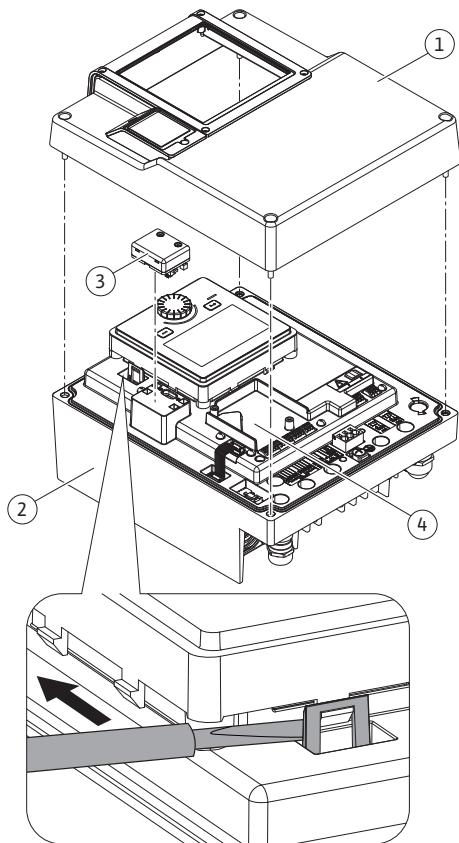
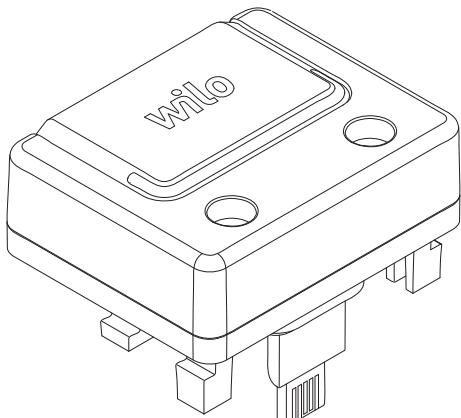

Fig. 26: Електронен модул
Fig. 27: Модул Wilo-Smart Connect Modul BT
Bluetooth интерфейсът (Fig. 26, поз. 3) Wilo-Smart Connect модул BT (Fig. 27) служи за присъединяване към мобилни крайни устройства като смартфон и таблет. В приложението Wilo-Assistant ще намерите функция Wilo-Smart Connect. Помпата може да се управлява, настройва, а данните за помпата да се прочитат с помощта на функцията Wilo-Smart Connect. Настройки виж глава „Пускане в експлоатация“ [► 51].
- Разхлабете четирите болта на горната част на електронния модул (Fig. 26, поз. 1; Fig. 1, поз. 2).
- Поставете Wilo-Smart Connect модул BT в предвидения интерфейс Wilo-Connectivity Interface. Вижте Fig. 26, поз. 3.
CIF модулите (окомплектовка) служат за комуникация между помпите и сградната техника. CIF модулите се поставят в електронния модул (Fig. 26, поз. 4).